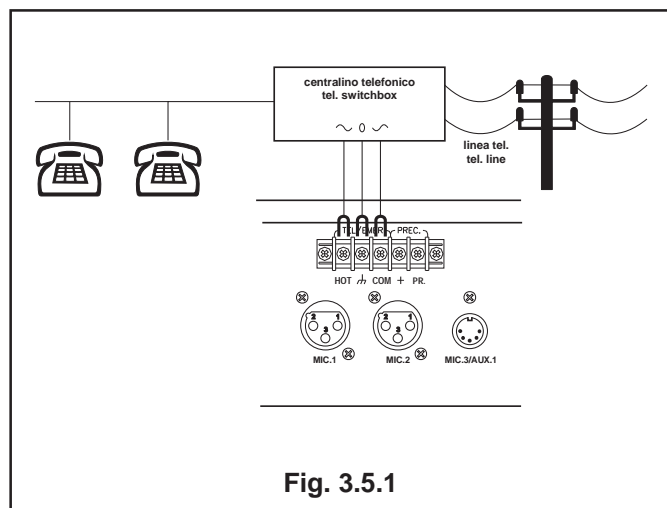
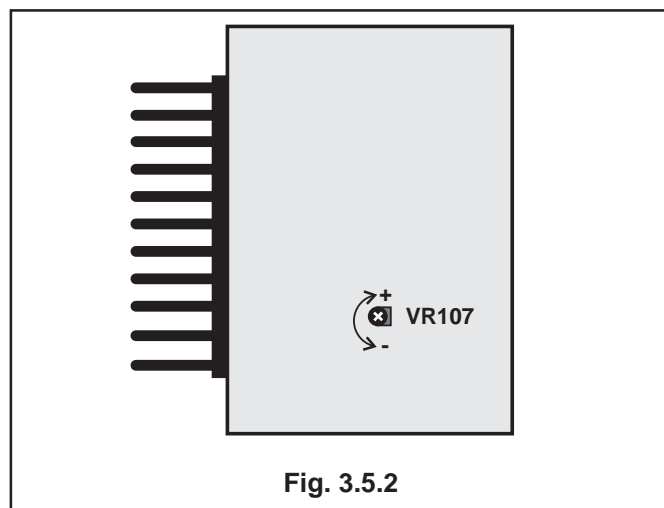

Fig. 3.5.1
Fig. 3.5.2
L'amplificatore dispone dell'ingresso bilanciato TEL/EMER. (17) che consente l'invio di un segnale audio con precedenza assoluta su tutti gli altri segnali; tipici esempi applicativi possono essere l'invio di un avviso di emergenza proveniente da una centrale anti-incendio oppure di una chiamata proveniente da una linea telefonica. Un apposito circuito (VOX) rileva la presenza di segnale all'ingresso e provvede ad ammutolire automaticamente tutti gli altri ingressi. I collegamenti sono visibili in fig.3.5.1 mentre il controllo di livello, VR107, è posto all'interno dell'amplificatore (vedi fig.3.5.2).
It is possible to install an audio signal with absolute precedence over all other amplified signals; typical examples of this application may be either an emergency fire warning or a telephone call. The amplifier is equipped with a balanced input (17), designed to perform this special function. A special circuit (VOX) detects the presence of input signals and automatically mutes all other inputs. Connections are shown in figure 3.5.1. whilst the VR107 level control is located inside the amplifier (see figure 3.5.2).